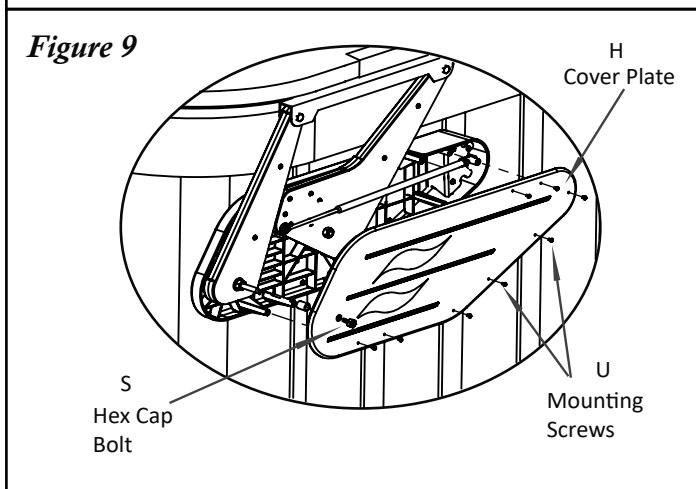

Figure 9
#12 Fixez les plaques de recouvrement (H) aux supports de montage à l'aide des vis de montage n° 10 x 1" (U). Ensuite, vissez le boulon hexagonal 3/8 x 3/4" dans le trou de la plaque qui s'aligne avec le bras pivotant arrière (Fig. 9). **Attention : Ne serrez pas trop le boulon.**